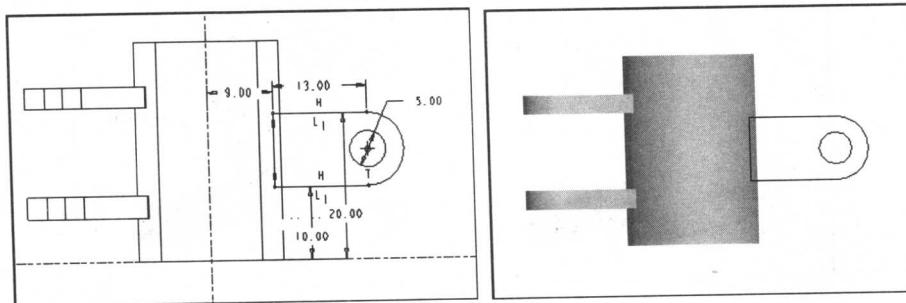

图 1-19 绘制的草图 3
(19) 使用前面绘制草图的方法，在“模型树”中单击选择 TOP (顶视基准平面)，然后使用“2 点线”工具、“圆”工具和“3 点弧”工具来绘制草图，并在草图中设置直线和圆的直径参数，如图 1-19 所示。单击“确定”按钮，完成草图 3。